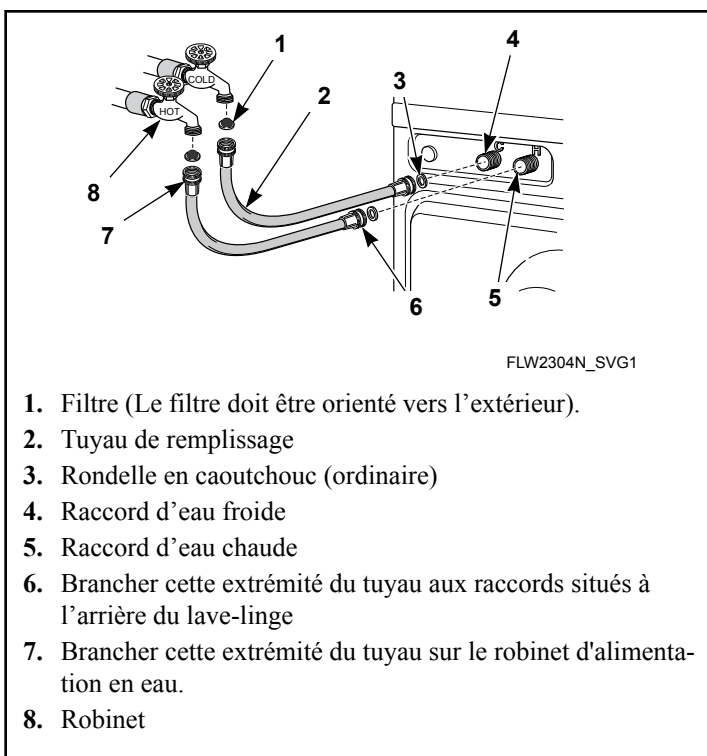

Figure 7
2. Les insérer dans chaque extrémité des flexibles de remplissage comme illustré à la *Figure 7*. Le filtre doit être tourné vers l'extérieur.
5. Visser les raccords à l'autre extrémité des flexibles sur les vannes-mélangeuses d'eau et les serrer à la main. S'assurer de raccorder le flexible avec le marqueur rouge à la vanne-mélangeuse marquée avec un « H » et de raccorder le flexible avec le marqueur bleu à la vanne-mélangeuse marquée avec un « C ». Se reporter à la *Figure 7*.